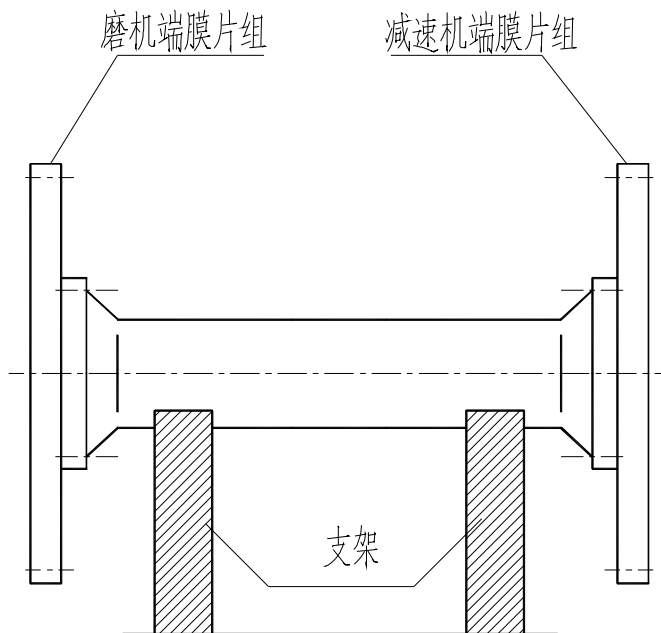

图3-1
2.2 将传动轴水平地放在支架上，对准同位印记，分别装好两端膜片组和压板（见图 3-1），拧紧铰制螺栓，拧紧前在螺纹处涂粘结剂防松。
（此工序可在主减速机下箱体就位后进行。将其装好后按图 3-1 放在减速机与磨机基础之间的地面。）